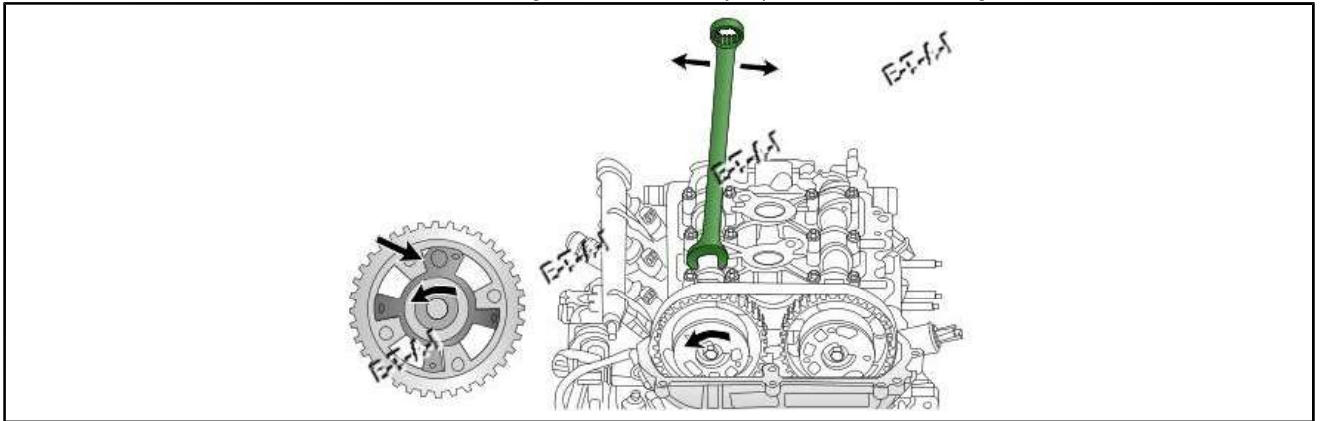

Fig.11
- Tourner l'arbre à cames d'admission dans le sens des aiguilles d'une montre jusqu'à 35° si nécessaire Fig.11